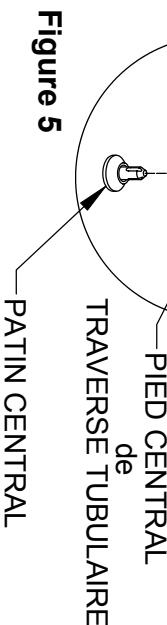

Figure 5
Étape 5 : Pour les lits jumeaux, sauter l'étape 5 et passer à l'étape 6. Pour les lits à deux places et les très grands lits : Appuyer sur le PATIN CENTRAL blanc rond pour l'insérer dans la base des pieds centraux, sur les TRAVERSES TUBULAIRES, tel qu'ilustré à la Figure 5.